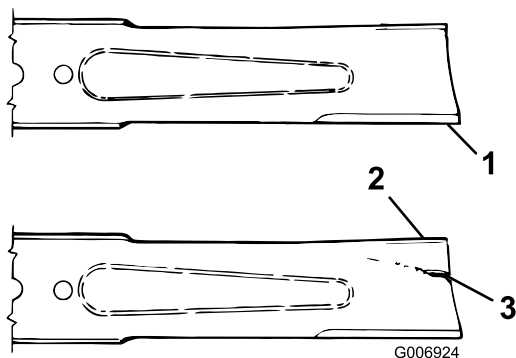

Figure 32
2. Examinez le tranchant des lames (Figure 32). Si elles ne sont pas tranchantes ou si elles présentent des indentations, déposez et affûtez les lames (voir Aiguisage des lames).
3. Inspectez les lames, surtout la partie relevée (Figure 32). Remplacez immédiatement toute lame endommagée, usée ou qui présente une entaille (Figure 32).